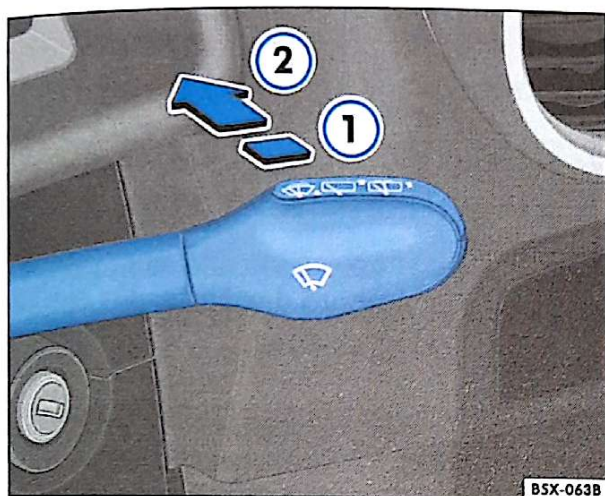

Fig. 67 Alavanca do limpador / lavador do vidro traseiro
– Empurre, com um toque rápido, a alavanca para a frente ⇒ fig. 67 ①. As palhetas efetuam um movimento a cada 6 segundos.
– Empurre por alguns instantes a alavanca para a frente ⇒ fig. 67 ②. O limpador e o lavador funcionam enquanto a alavanca for mantida nesta posição.